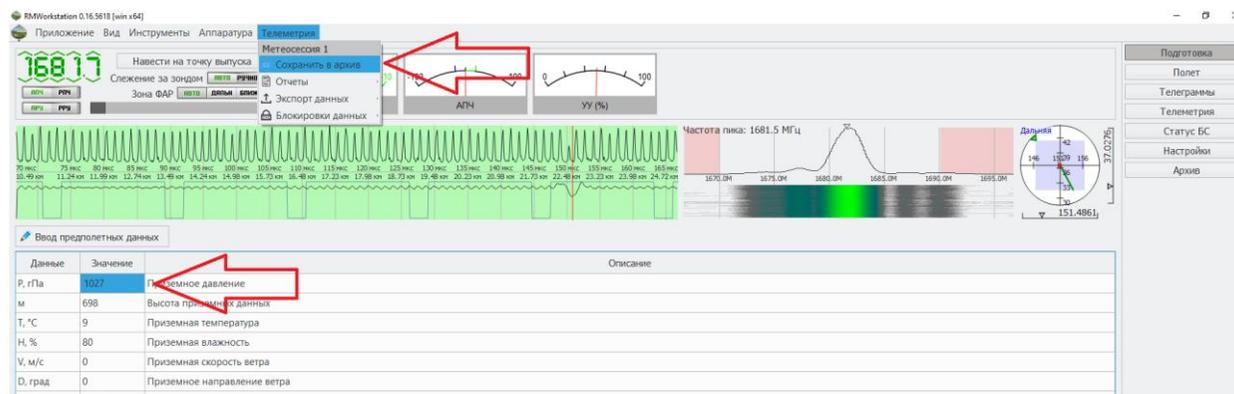
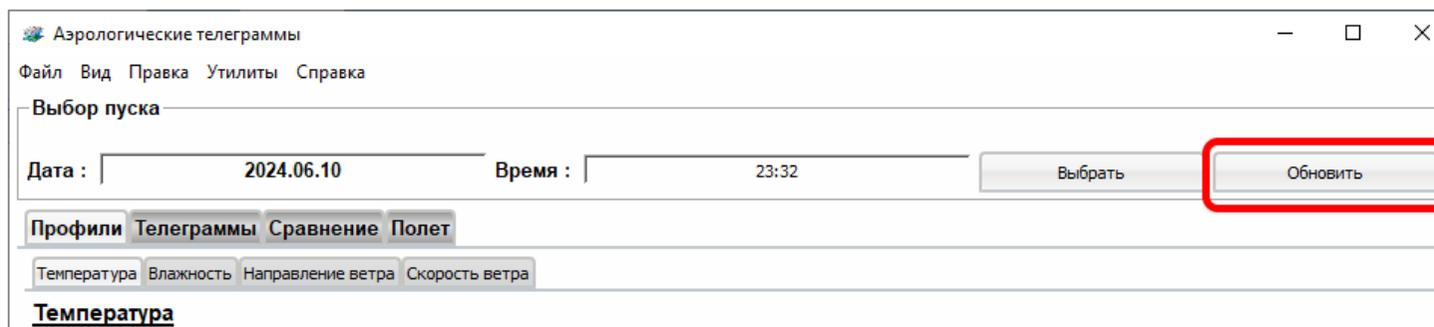

Рисунок 14. Принудительное сохранение измененных наземных данных
Рисунок 15. Обновление данных в программе ТМ5
- либо откройте меню «Телеметрия» и выберите команду «Сохранить в архив» (см. рисунок 14), после чего в программе ТМ5 нажмите кнопку «Обновить» (см. рисунок 15).